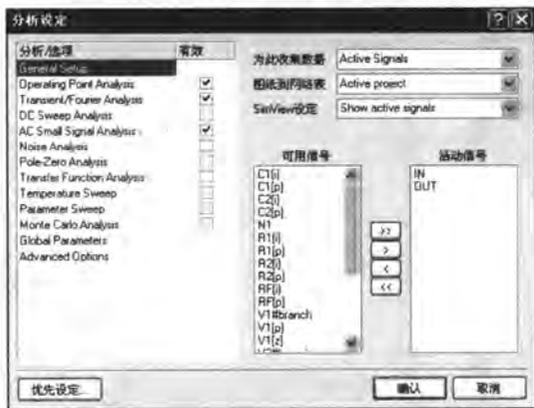

图 7-65 通用参数设置
- [2] 将【为此收集数据】栏内设置为“Active Signals”;【图纸到网络表】栏内设置为“Active project”;【SimView 设定】栏内设置为“Show active signals”,并将【可用信号】栏内的信号“IN”、“OUT”右移到【活动信号】栏内,如图 7-65 所示。